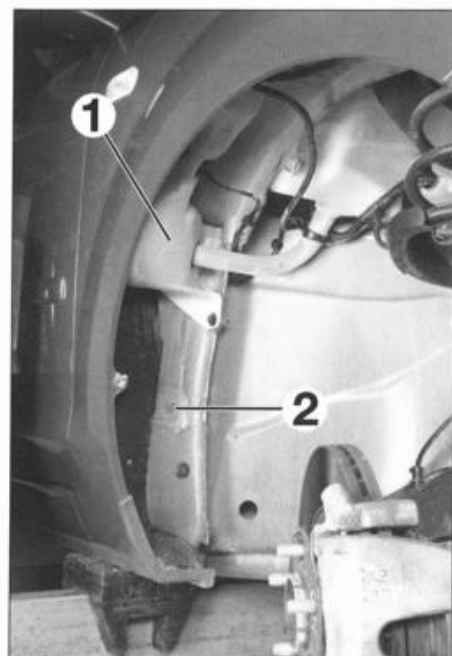

FIG. 19
- el depósito de lavaparabrisas adicional (1) (fig. 19) (vehículos equipados con lavafaros).
- el tornillo (2).